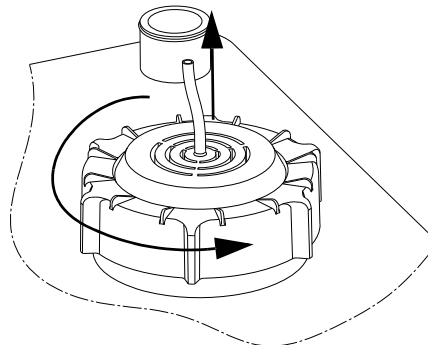

Fig. 11 Sådan fjernes niveausensoren
2. Løsn skruelåget ved at dreje det mod uret. Se fig. 11.